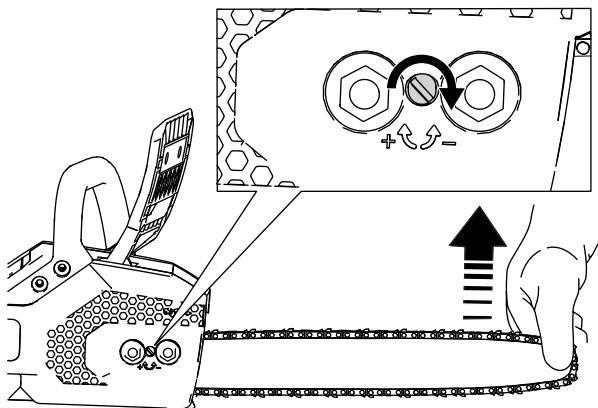

Figura 27
6. Tirate verso l'alto la punta della barra di guida (Figura 27).
- **Per aumentare la tensione della catena,** girate la vite di messa in tensione della catena in senso orario (Figura 27).